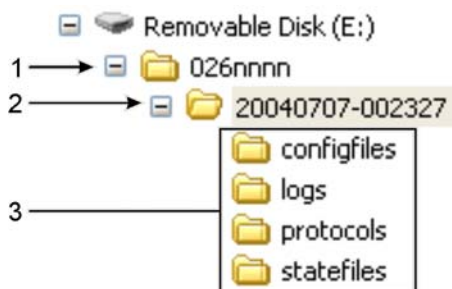

Figura 61. Estrutura da pasta do dispositivo remoto
1. Todos os ficheiros para um instrumento em particular são guardados numa pasta com o nome do instrumento (consulte o item 1 na Figura 61).
2. Cada operação de transferência de ficheiros cria um sub-directório com um nome correspondente à data e hora em que a transferência se iniciou (consulte o item 2 na Figura 61).
3. Cada tipo de ficheiro (excepto o Relatório de incidentes) terá um sub-directório que contém os ficheiros transferidos (consulte o item 3 na Figura 61).